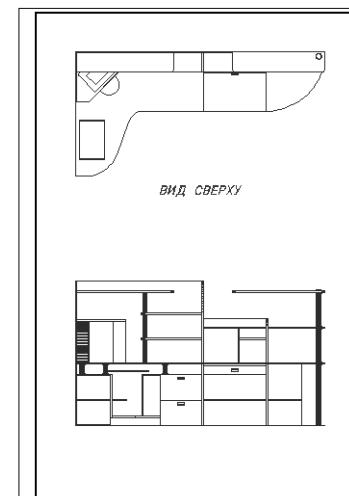

Рис. 10.21 ▼ Граница листа формата А2 и рамка созданы
17. Закройте палитру **Свойства** (Properties) и нажмите **Esc**, чтобы снять выделение с прямоугольника, представляющего рамку. Чертеж будет иметь вид, представленный на рис. 10.21.